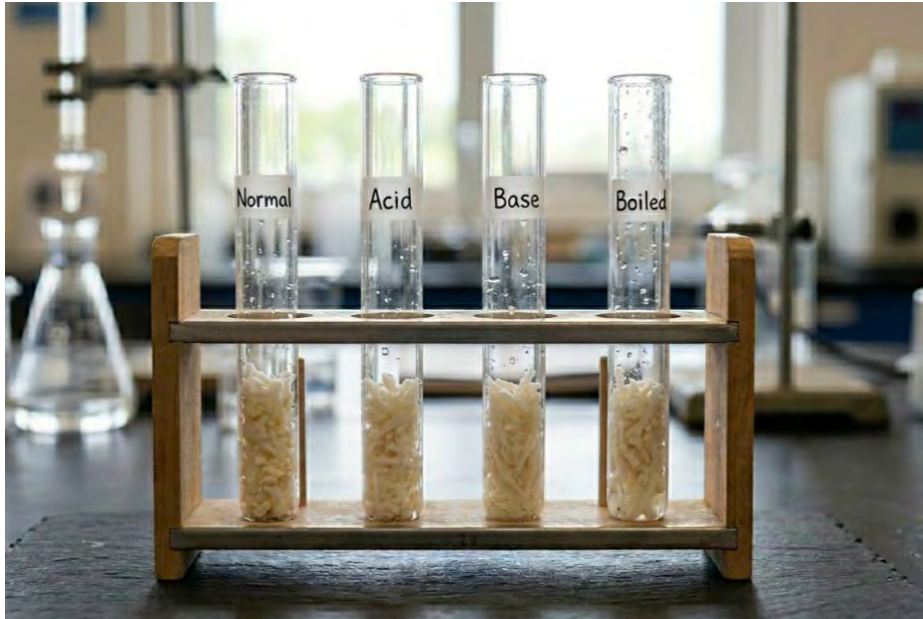

Abbildung 3. Vier Reagenzgläser mit der geriebenen Zuckerrübe
2. Fülle 4 Reagenzgläser mit je 2,5g gefrorener Zuckerrübe (siehe Abbildung 3) bis zu einer Höhe von 2 cm auf.